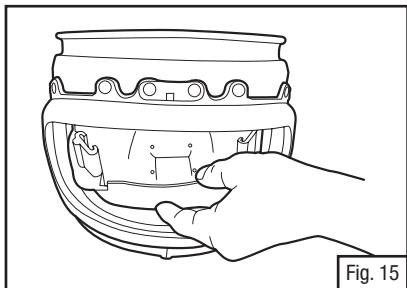

Fig. 15
3. Empurre para cima na concha interior até que se solte da junta (Fig. 15).